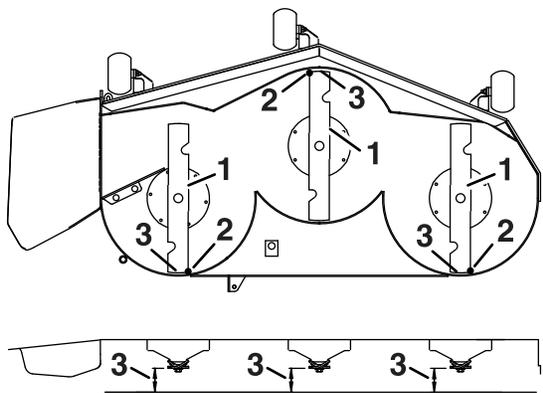

Bild 73
3. Drehen Sie die Messer vorsichtig, sodass sie in Längsrichtung zeigen (Bild 73).
4. Messen Sie zwischen der Messerspitze vorne und hinten und der ebenen Fläche (Bild 73).